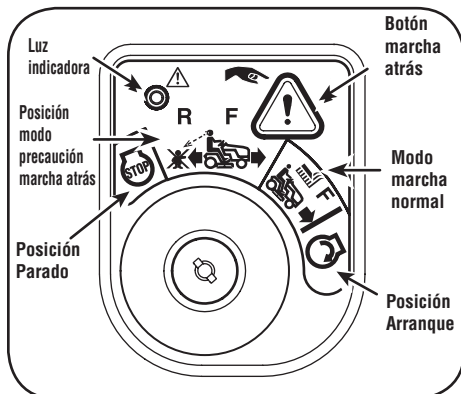

Figura 3-4
2. Gire la llave desde la posición MODO MARCHA NORMAL (verde) hasta la posición de MODO PRECAUCIÓN MARCHA ATRÁS (amarillo) del módulo del interruptor de contacto. Consulte la Figura 3-4.
3. Presione el BOTÓN MARCHA ATRÁS (botón triangular color naranja) en la esquina superior derecha del módulo del interruptor de contacto. La luz indicadora roja que está en el ángulo superior izquierdo del módulo del interruptor de contacto se mantendrá ENCENDIDA mientras está activada. Consulte la Figura 3-4.